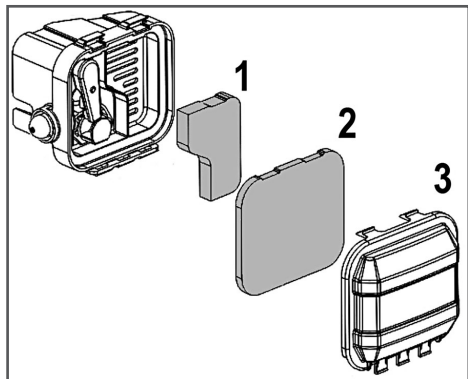

Рис. 10 Воздушный фильтр G140VK
1. Нажмите на фиксаторы и снимите крышку воздушного фильтра (Рис. 10 п. 3).
2. Извлеките основной фильтрующий элемент (Рис. 10 п. 2).
3. Извлеките предварительный фильтрующий элемент (Рис. 10 п. 1).